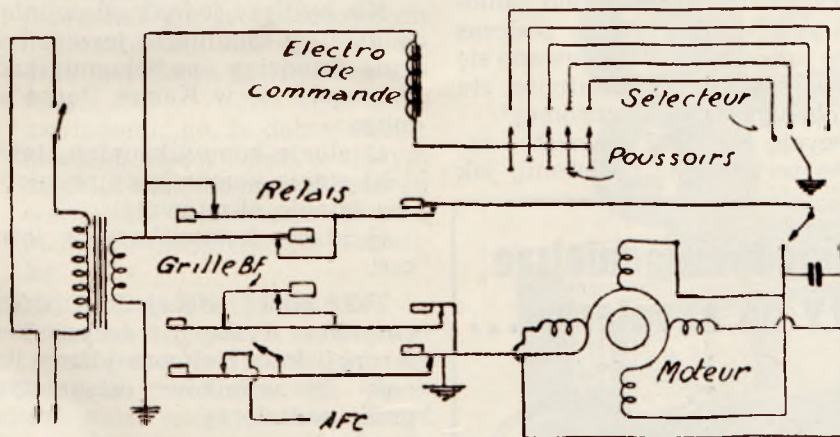

fig. 6 Relais — przekaźnik; Grille BF — Siatka l. m. częst.
c) System General Electric (fig. 6). — Układ General Electric jest nieco zbliżony do układu R. C. A., różni się jednak pod pewnymi względami. Rotor silnika nie przesuwają się wzdłuż osi obrotu. Uruchamianie kondensatora obrotowego osiąga się nie za pomocą sprzęgła, lecz przez układ blokujący, sterowany przełącznikiem elektrycznym. Zmianę kierunku obrotu silnika osiąga się przełącznikiem osadzonym na końcu osi kondensatora obrotowego.